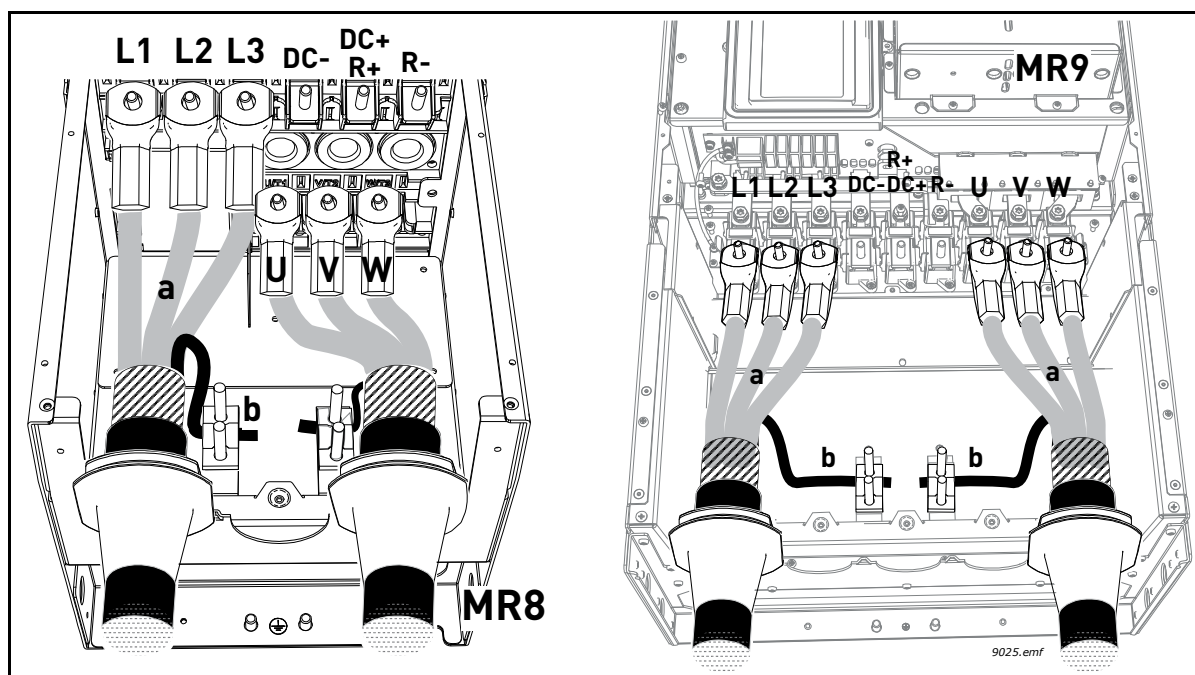

Figura 34.
- Utilizzare la restante porzione di schermatura di tutti i cavi per formare dei "pigtaills" e fare un collegamento a terra come illustrato nella Figura 34 (b) utilizzando il pressacavo contenuto nella *busta degli accessori*.